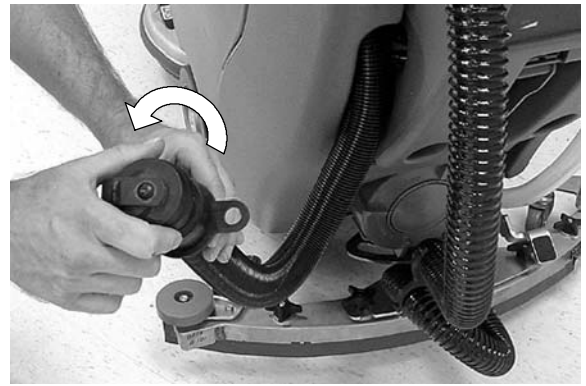

FIG. 26
1. Retirez le bouchon du tuyau de drainage du réservoir de récupération en le tournant dans le sens contraire des aiguilles d'une montre et videz le réservoir (Figure 26).